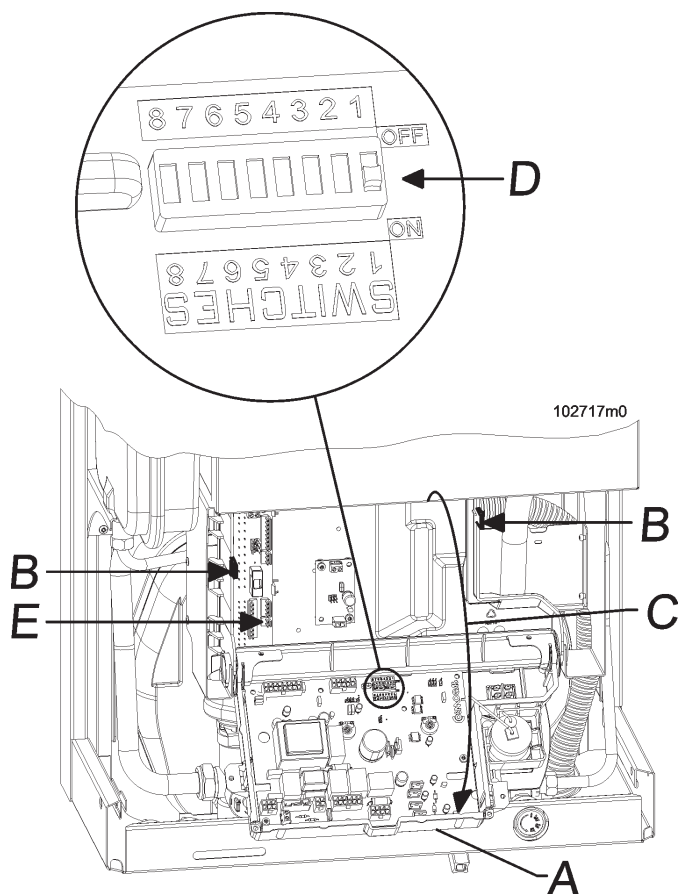

Figura 5-11 - Collegamento elettrico a bollitore
- 3.- spostare il commutatore (SWITCHES) 1 nella posizione "B" (ON);
- 4.- eliminare il cavo dalla sonda "30" di figura 3-2 scollegandolo dalla stessa e dal connettore "E" di figura 5-11;
- 5.- posare un cavo elettrico bipolare con sezione minima di 1,5mm² che va dall'apparecchio al sensore temperatura del bollitore e collegarlo sull'apparecchio ai morsetti "15" e "16" (SB);